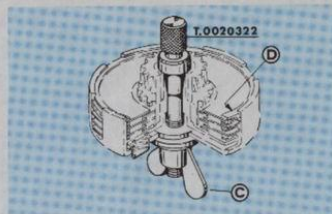

Fig. 30
**Fig. 30. Discos embrague:** Colocado el grupo en el útil T. 0020322 apretar la tuerca de aletas «C» comprimiendo el conjunto de discos hasta la extracción del anillo elástico «D» de retención. El útil se emplea análogamente para remonte el grupo.